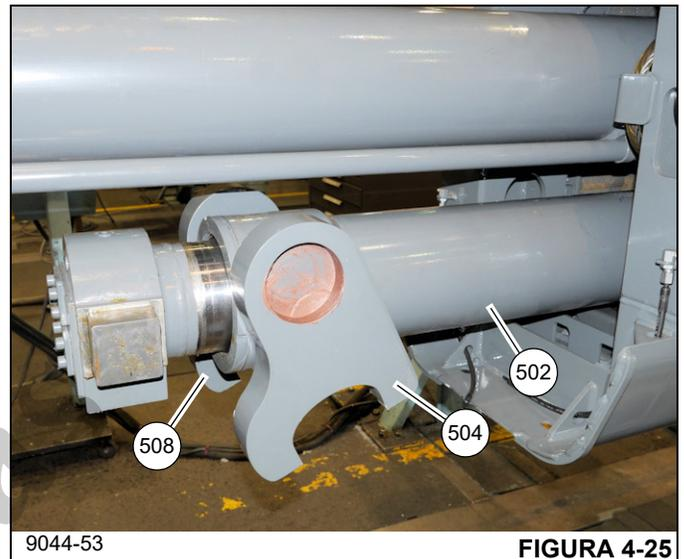

FIGURA 4-25
35. Remova as duas placas (504, 508) dos olhais do cilindro telescópico nº 1 (502) (consulte a Figura 4-25).